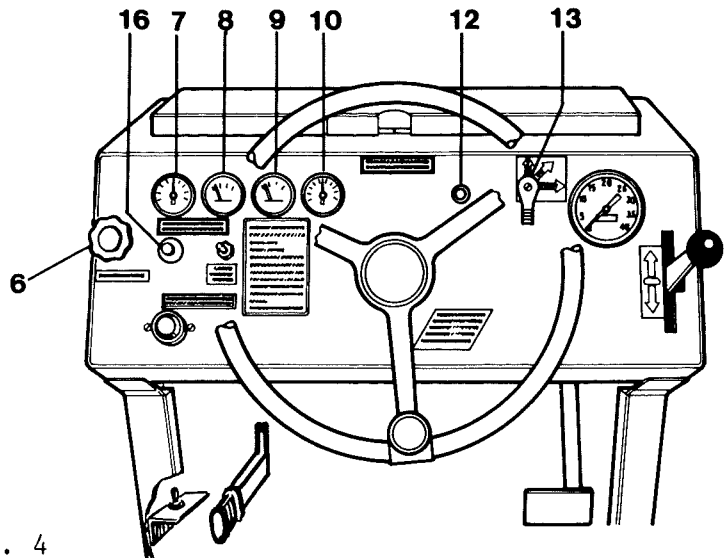

Abb. 4
5. Während des Warmlaufs kontrollieren, dass das Amperemeter (10, Abb. 4) "+" anzeigt und dass die Öldruckwarnlampe (16, Abb. 4) nicht leuchtet.